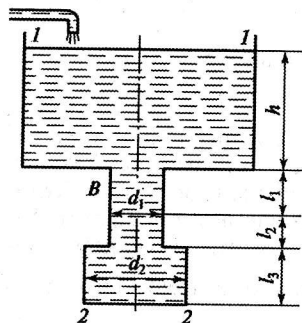

Рис. 5.19
**Задача 5.19.** Вертикальный трубопровод, соединяющий основание резервуара с атмосферой, имеет следующие параметры:  $h = 5$  м;  $l_1 = 4$  м;  $l_2 = 10$  м;  $l_3 = 3$  м;  $d_1 = 100$  мм;  $d_2 = 150$  мм (рис. 5.19). Коэффициент потерь напора на линейные сопротивления для сформировавшегося турбулентного режима определен по эмпирической формуле  $\lambda = 0,02 + \frac{0,5}{d}$ . Рассчитать расход жидкости в трубопроводе и давление в точке В. Потерями на местные сопротивления можно пренебречь.